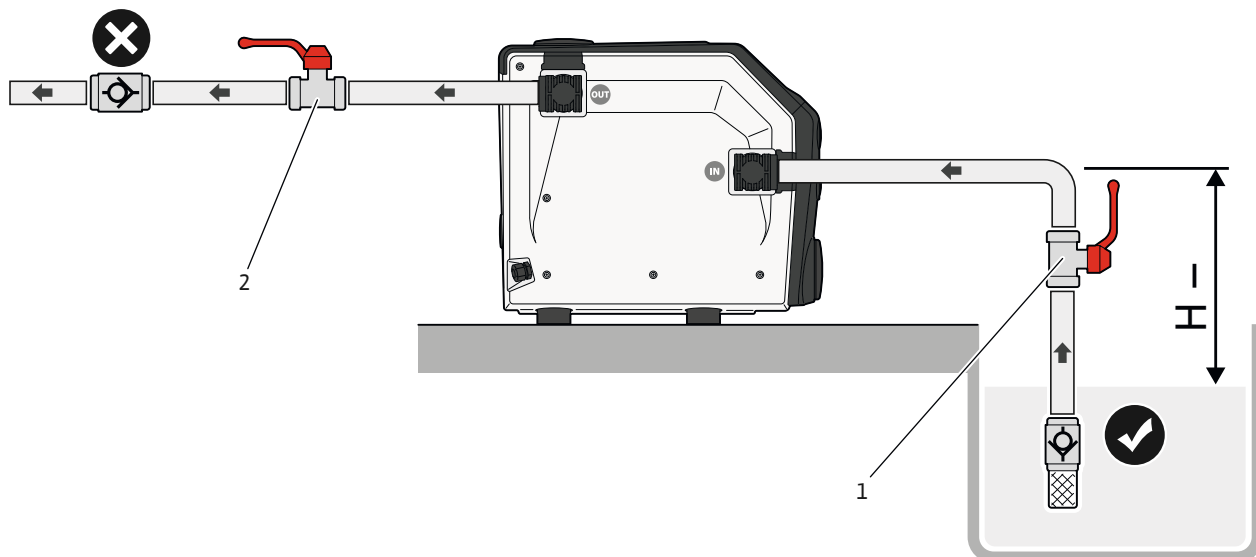

Fig. 7: Režim sání
1. Uzavřete uzavírací šoupátko (Fig. 7 – poz. 1, 2) na straně sání a výtlačné straně.